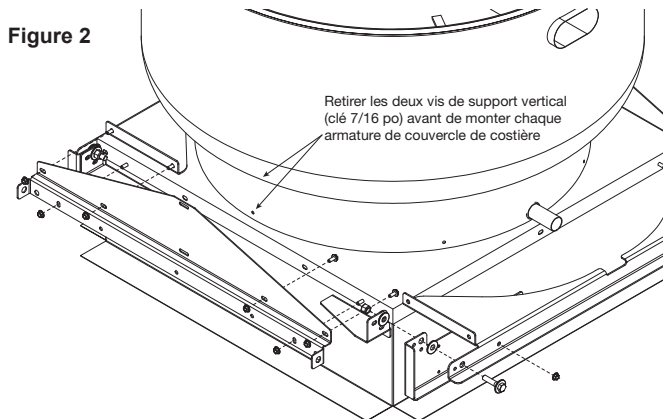

Figure 2
3. Fixer les armatures de couvercle de costière en retirant les deux vis des supports verticaux de ventilateur. Centrer l'armature sur le couvercle de costière et la fixer à l'aide des deux vis de support vertical, puis le long de l'armature de couvercle de costière, visser sans les serrer deux écrous à embase sur les goujons à souder installés à l'étape 1. Répéter cette étape pour l'autre côté du ventilateur. Voir la Figure 2.
- Insérer quatre vis à tête hexagonale de 5/16 po -18 x 3/4 po de long dans les orifices des rebords orientés vers le haut de la charnière de couvercle de costière et dans les fentes de la charnière de couvercle de costière, puis serrer les écrous à embase sur les vis. Répéter cette étape sur l'autre côté du ventilateur. Ces attaches de fixation sont visibles dans la Figure 2. Cette étape ne fait pas partie du montage pour la trousse 56JN73.